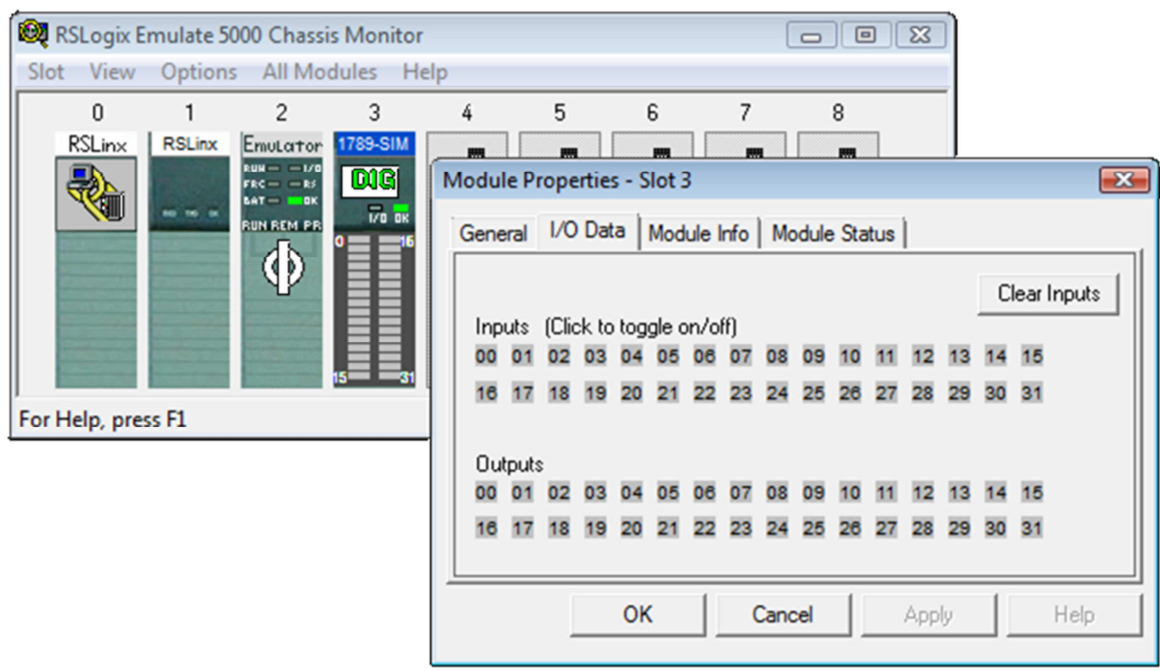

Fig. 8 – Propriedades do cartão de IO digital.
De outra forma, ao se clicar com o botão direito sobre o mesmo cartão, o usuário tem acesso a um menu de opções. Nesse, pode-se escolher “*Properties*”. Surge uma nova janela onde são mostradas várias tabuletas. Na tabuleta “*I/O Data*”, é mostrada uma lista para as 32 entradas e para as 32 saídas digitais desse cartão, como mostrado na Fig. 8.
- A TAG Local:3:I representa as entradas digitais do cartão de entradas virtual configurado no emulador. Existe duas palavras, Local:3:I.Data[0] e Local:3:I.Data[1], cada uma com 32 bits, ou seja, cada uma com 32 pontos representando tais entradas virtuais. Por alguma razão não documentada, as entradas que são acionadas na interface do emulador (como mostrado na Fig. 8), são retratadas na palavra de índice 1, ou seja, em Local:3:I.Data[1]. Os 32 bits presentes na palavra Local:3:I.Data[0] não tem aplicação para o usuário;